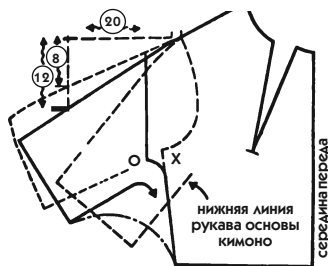

Рис. 707
1. **Короткий рукав.** Вниз от линии проймы втачного рукава отложите отрезок длиной 5 см и поставьте засечку X (рис. 707).
2. От этой точки продолжите линию бокового среза с легким изгибом к засечке O, которая находится в 2,5 см вверх и влево от засечки X (сплошная линия на рис. 707).
- Для исправления линии верхнего среза на рис. 707 дано 2 примера. Используйте тот вариант, который больше подходит к вашей модели.